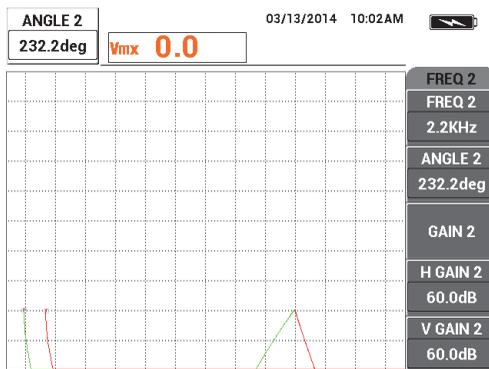

Рис. 5-119 Настройка значения УГОЛ 2
6. Продолжая удерживать преобразователь, снова нажмите клавишу ANGLE () , затем настройте УГОЛ 2, так чтобы сигнал был максимально горизонтален (см. Рис. 5-119 на стр. 225).